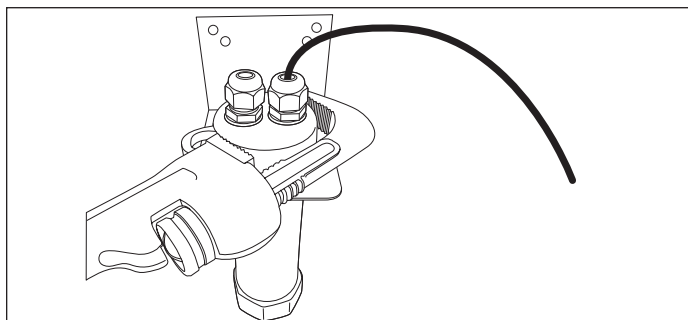

Figure 21-4
3. À l'aide d'une clé à tuyau, serrez le capuchon du boîtier du capteur de carburant (Figure 21-4).